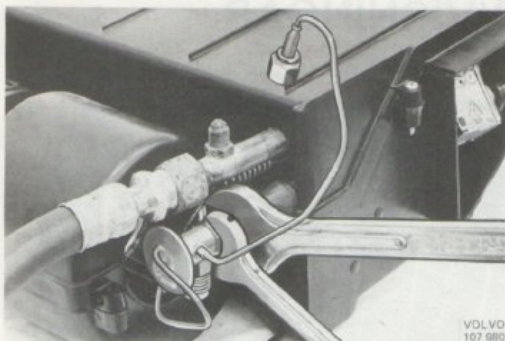

Bild 30. Demontering av expansionsventil med två nycklar
9. Skruva loss köldmedieslangen från ventilen samt lossa ventilen från förångarröret. Använd två nycklar så att förångarröret ej deformeras (bild 30).